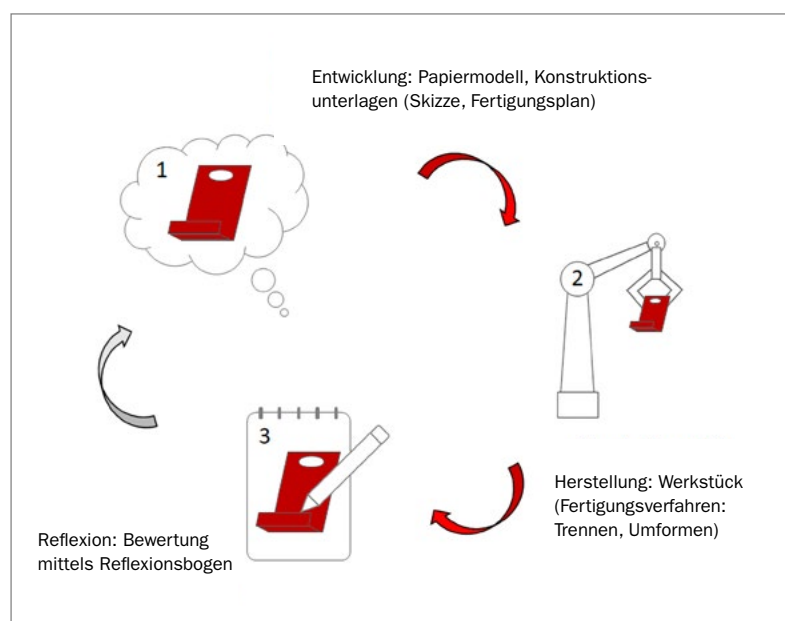

Abb. 2 | Zirkel aus Entwicklung/Herstellung/Reflexion am Beispiel der Smartphonehalterung
- ggf. erste Informationen bzgl. CAD/CAM2 erhalten und umsetzen. (→ Abb. 2)